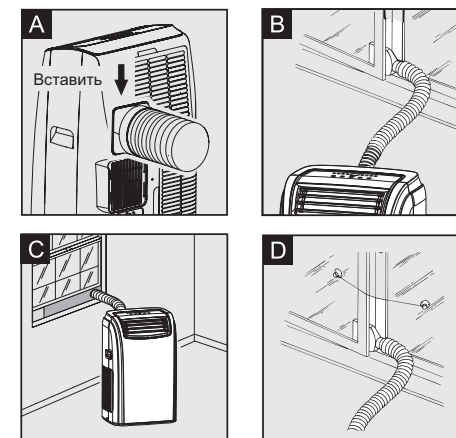

Рис. 3
1. Распрямите гибкий воздуховод, установите выпускное и выбросные сопла, подключите шланг-воздуховод к прибору (Рис. 3А).
3. Поместите шланг-воздуховод в окно (Рис. 3В).
4. Для окна с вертикальными ставнями вначале зафиксируйте кронштейн в проеме окна с помощью шурупа, затем подсоедините выпускное сопло к кронштейну (Рис. 3С).
5. Для двойного окна зафиксируйте обе части с помощью присоски. Для качественной вентиляции оставьте окно слегка приоткрытым (примерно на 1 см, рис. 3Д).